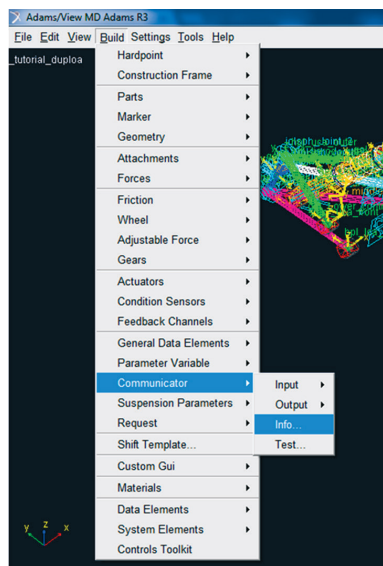

Figura 5.153 – Obtendo informações sobre os *Communicators* criados na Etapa 23.
- Para se obter informações sobre os *Communicators* criados, acesse o menu *Build* → *Communicator* → *Info* (Figura 5.153).